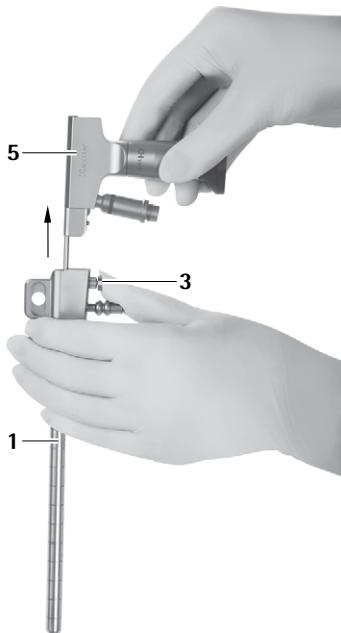

Рис. 8
- ▶ Нажать деблокирующую кнопку 3 и извлечь эндоскоп 5 из троакара MINOP InVent1, см. Рис. 8.